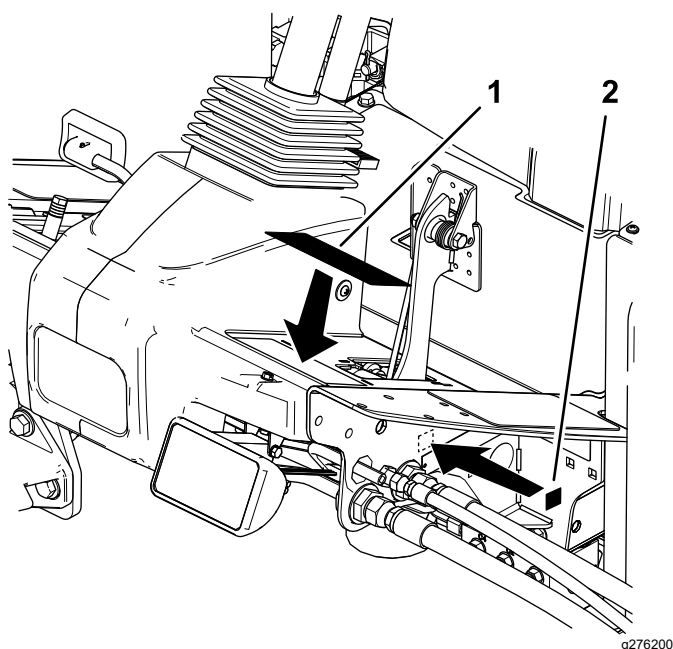

Рисунок 3
- На машинах, требующих соответствия стандартам ЕС, приклейте предупреждающую наклейку, входящую в комплект отдельных деталей, поверх имеющейся наклейки (Рисунок 3).
- Приклейте наклейку CE рядом с табличкой с серийным номером на машине (Рисунок 3).